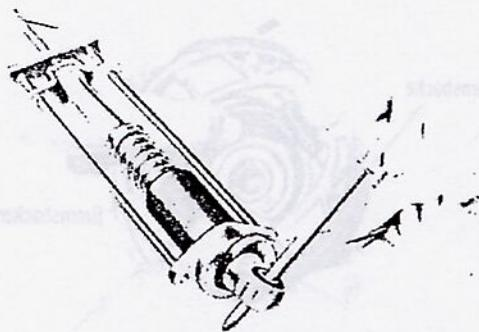

Abbildung 72
- (1) Hinteres Federbein ausbauen, indem man die untere und obere Hutmutter löst.
- (2) Hinteres Federbein mit dem Spezialwerkzeug (Werkzeug Nr. 07035-09801) wie in Abbildung 72 gezeigt zerlegen.